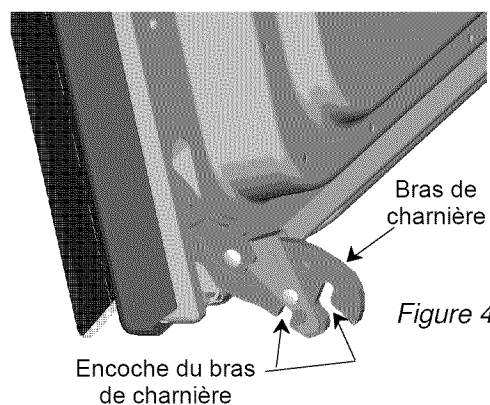
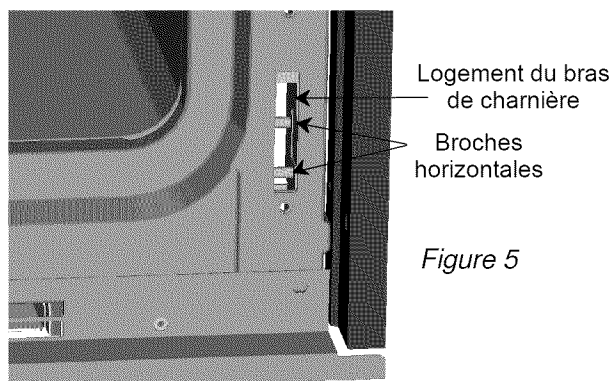

Figure 4
Figure 5
- Saisir la porte fermement par les côtés, la tenir à un angle d'approximativement 30° et aligner le bras de charnière (voir la figure 4) et le logement dans lequel il s'insère dans le four (voir la figure 5).
- Insérer un bras de charnière dans cet élément jusqu'à ce que les encoches sur le bras (voir la figure 4) s'alignent sur les broches horizontales du logement (voir la figure 5), puis laisser reposer le bras de charnière sur les broches.